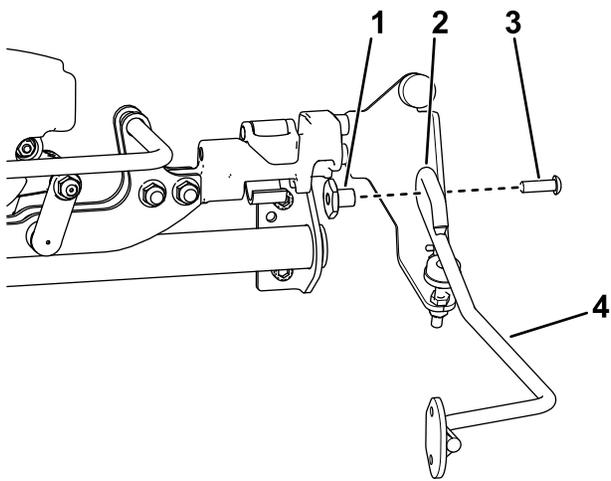

Figure 6
5. Fixez une tige de brosse à chaque support à l'aide d'une vis à tête hexagonale creuse (5/16" x 1") et un écrou d'écartement (Figure 6). Vérifiez que l'anneau soudé sur la tige de la brosse est dans la position indiquée à la Figure 6.